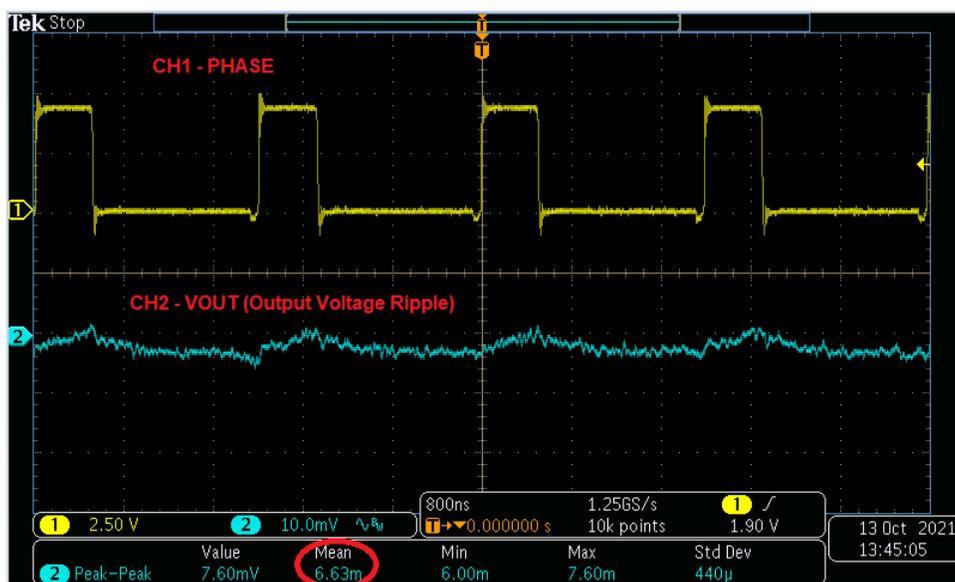

图 4-2. 输出电压纹波 $V_{IN} = 5V$, $V_{OUT} = 1V$, $I_{OUT} = 18A$
在示波器上显示 CH1 (PH) 和 CH2 (VOUT) [交流耦合，BW = 20MHz]，以监控开关相节点和输出电压纹波，如图 4-2 所示。